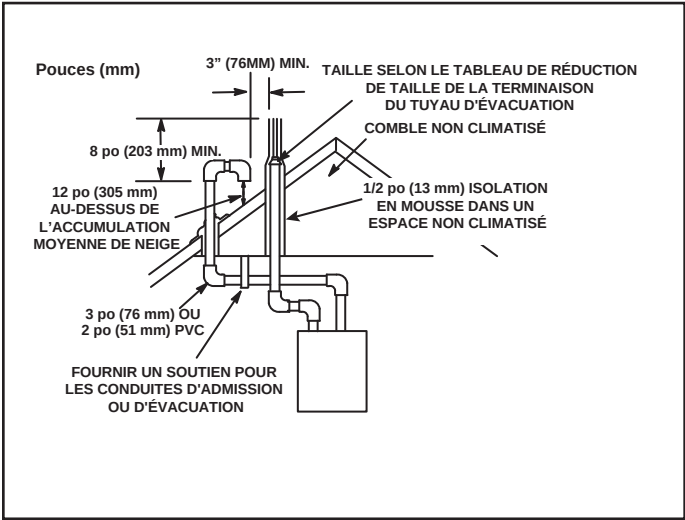

Figure 28. Terminaison de toit à ventilation directe
- 4. Sur les terminaisons de toit, la tuyauterie d'admission doit se terminer directement vers le bas à l'aide de deux coudes à 90° (Figure 28).